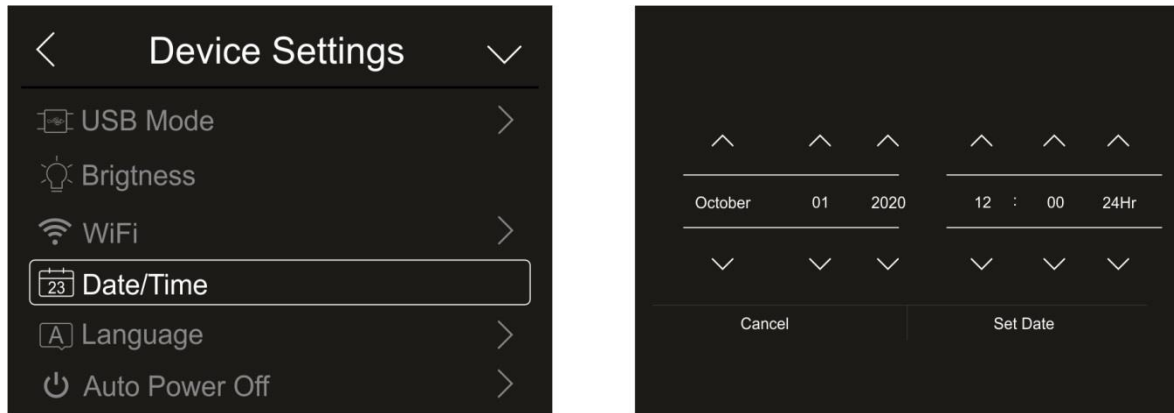

Fig. 16: Configuración Fecha/Hora de sistema
1. Toque el texto “Date/Time” para realizar la configuración de la Fecha/Hora de sistema. Se muestra la pantalla de la Fig. 16 – parte derecha: